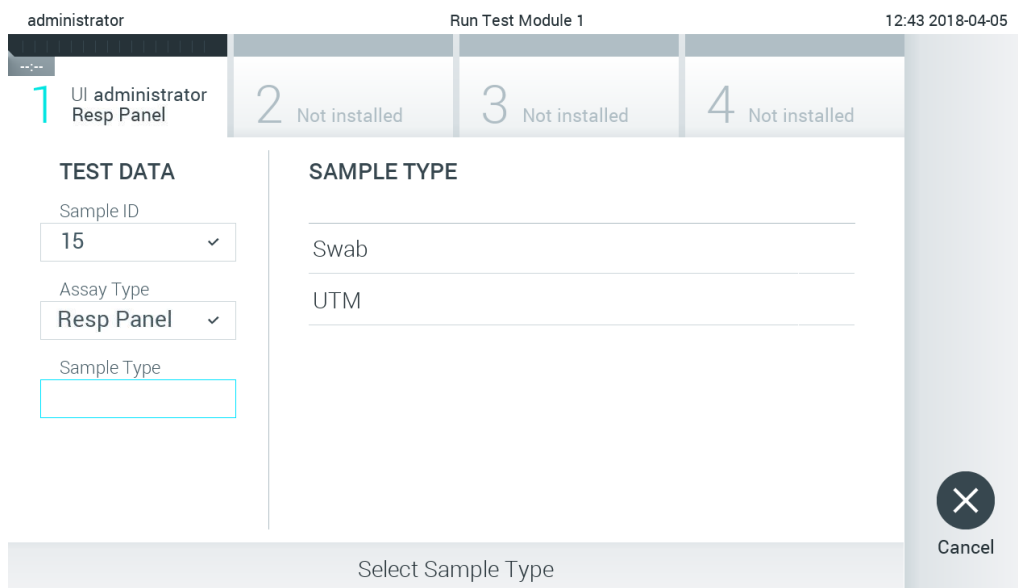

Рис. 85. Вибір типу зразка.
5. Поле **Assay Type** (Тип аналізу) буде заповнено автоматично; але в разі потреби його необхідно заповнити вручну, вибравши зі списку відповідне значення **Sample Type** (Тип зразка) (рис. 85).